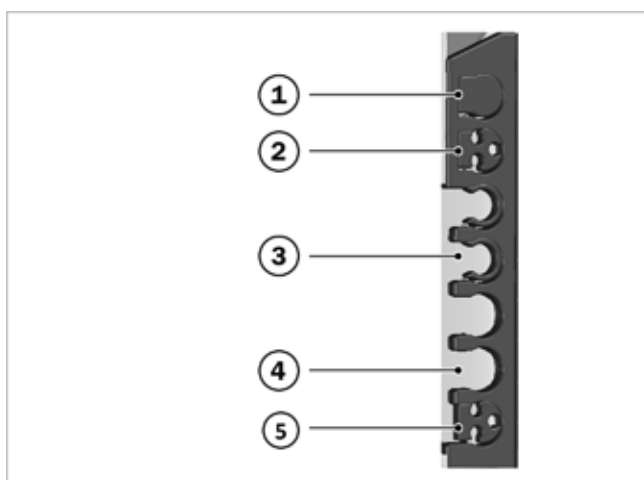

Fig. 44: inserti dei tubi passanti
- Posizionare l'altra estremità con una riduzione da 3 (vedere → Fig. 44, 2) in modo che passi attraverso un passaggio tubo a destra o sinistra del telaio. Fare attenzione alla pendenza.
2. Montare la tubazione del gas con una riduzione da 3 (vedere → Fig. 44, 2) attraverso uno dei passaggi superiori, sul lato destro o sinistro del telaio.